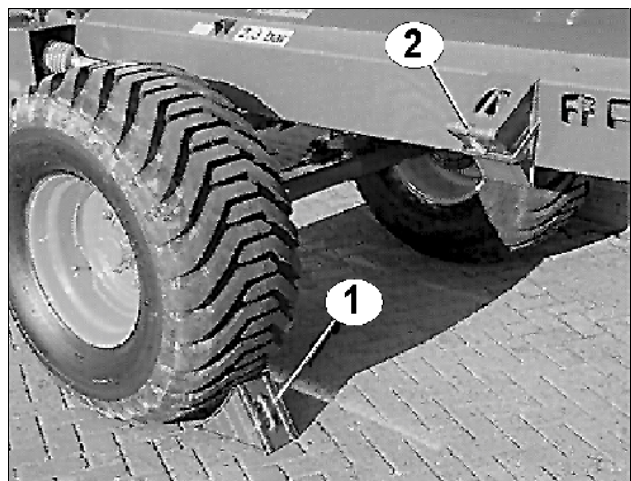

Fig. 23
- Vor dem Abkuppeln ist der **ZG-B** mit zwei Unterlegkeilen (Fig. 23/1) gegen unbeabsichtigtes Wegrollen zu sichern. Zum Transport sind die Unterlegkeile (Fig. 23/2) in Halterungen am Rahmen befestigt und mit Federn gesichert.